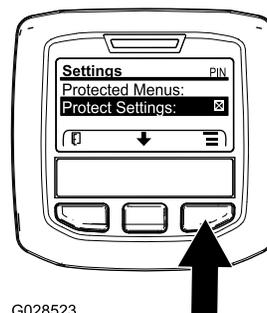

Figure 45
1. Dans le MENU PRINCIPAL, appuyez sur le bouton central pour naviguer jusqu'au menu RÉGLAGES, puis appuyez sur le bouton droit (Figure 45).